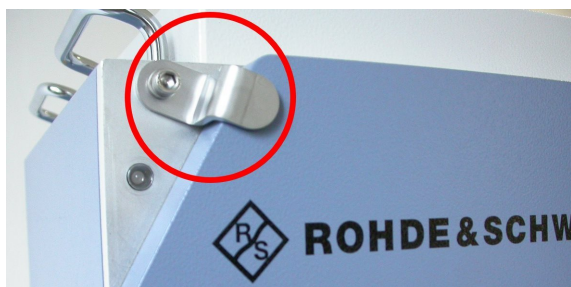

Bild 5-1: Säkerhetsregel av metall
1. Fixera säkerhetsregeln enligt beskrivningen i bild 5-1.
Se till att säkerhetsregeln av metall på kammardörrens övre vänstra hörn (bild 5-1) säkrar dörren mot oavsiktlig öppning.